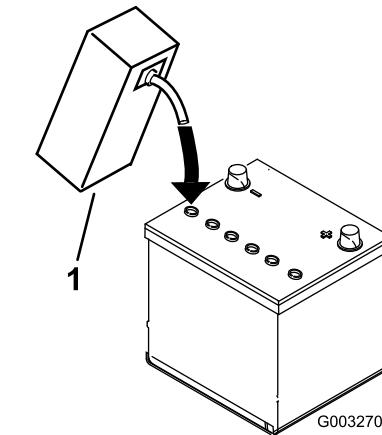

Bild 4
- Füllen Sie vorsichtig Elektrolyt in jede Zelle ein, bis die Platten ungefähr mit 6 mm Flüssigkeit bedeckt sind (Bild 4).
- Lassen Sie die Elektrolytflüssigkeit für 20 bis 30 Minuten in die Platten durchtränken. Füllen Sie nach Bedarf auf, um den Elektrolytstand auf ungefähr 6 mm unter den Einfüllstutzen anzuheben (Bild 4).